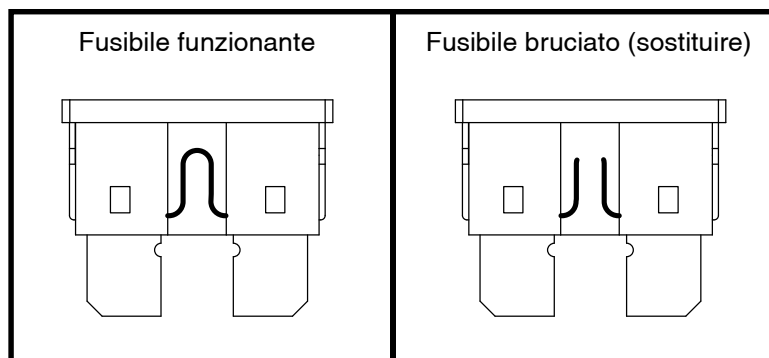

Figura 37. Sostituzione del fusibile
2. Esaminare il fusibile per accertarsi che sia bruciato. **Vedere figura 37.**